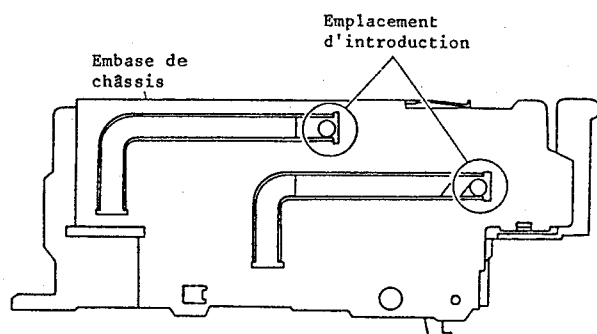

Fig. 5-5
- * Vérifier que les deux bossages du support à vidéocassette sont bien engagés dans les gorges de la partie gauche de l'embase de châssis. (Fig. 5-5)